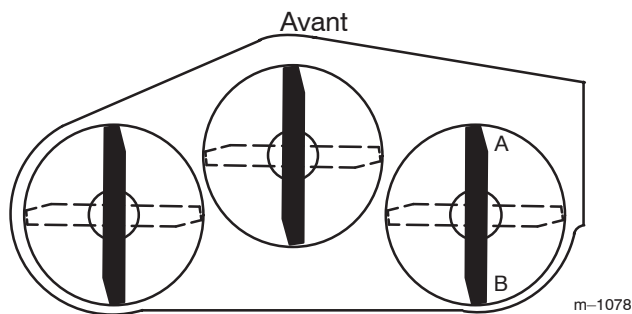
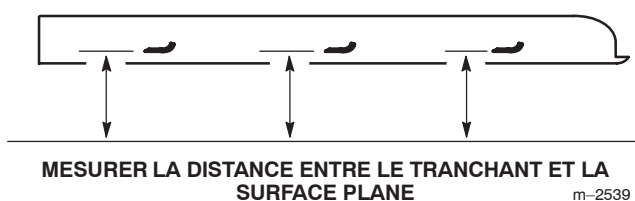

Figure 69
Figure 70
1. Tournez la lame droite à 180° (Fig. 69).
2. Mesurez la distance au point A (Fig. 69) entre la surface plane et le tranchant de la pointe de la lame droite (Fig. 70).
4. Mesurez la distance au point B (Fig. 69) entre la surface plane et le tranchant de la pointe de la lame droite (Fig. 70).
6. La lame doit être **plus basse de 6 à 10 mm au point A qu'au point B** (Fig. 69). Si ce n'est pas le cas, passez aux étapes suivantes.